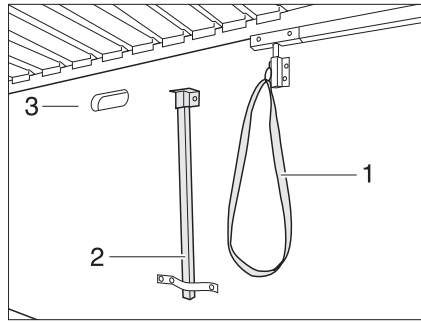

Fig. 97 Apoyo y desbloqueo
- Abrir la trampilla guardaobjetos y extraer el pie de apoyo (Fig. 97,2) de debajo de la cama.
- Tirar del lazo (Fig. 97,1) e inclinar la cama (Fig. 97,3) hacia abajo.